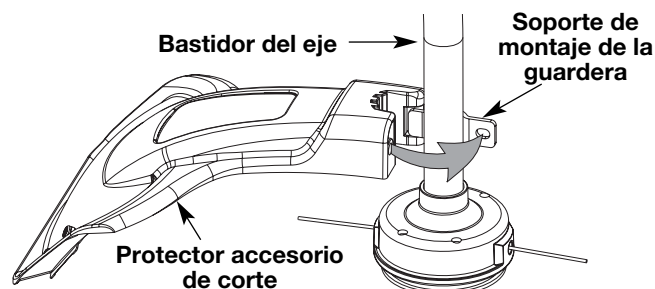

Fig. 3
1. Coloque el protector del accesorio de corte en el bastidor del eje. Cerciñese de que el soporte de montaje de la guardera se deslice en la ranura situada en el borde del protector de corte. Gire el protector en sentido antihorario hasta que quede en su lugar (Fig. 3). Los orificios en el soporte de montaje de la guardera y el protector del accesorio de corte se alinearán.